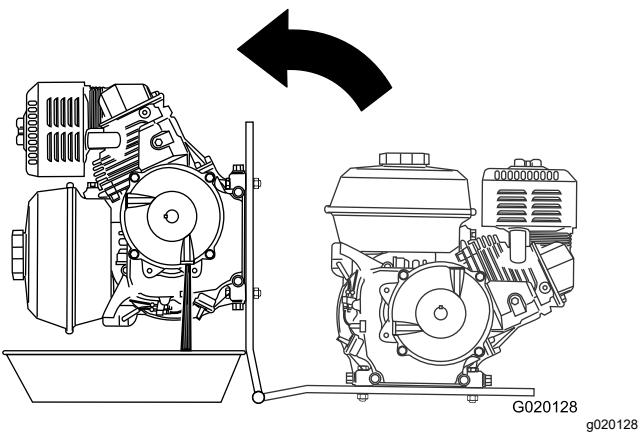

Figura 63
8. Coloque un recipiente junto a la bisagra de la chapa del motor (**Figura 63**).
9. Gire el motor sobre la bisagra de la chapa del motor, y vacíe el aceite de la caja reductora (Figura 63).